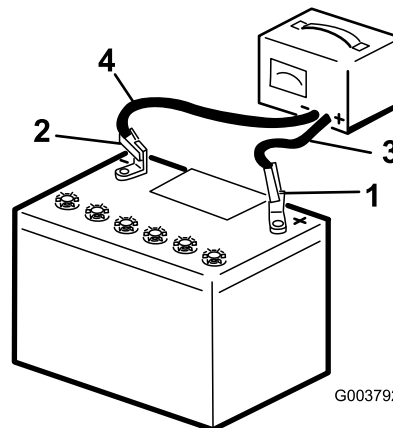

Figura 84
- Collegate il cavo negativo del caricabatteria al morsetto negativo della batteria (Figura 84).
- Quando la batteria è completamente carica, staccate il caricabatterie dalla presa elettrica e scollegate i cavi di ricarica dai morsetti della batteria (Figura 84).